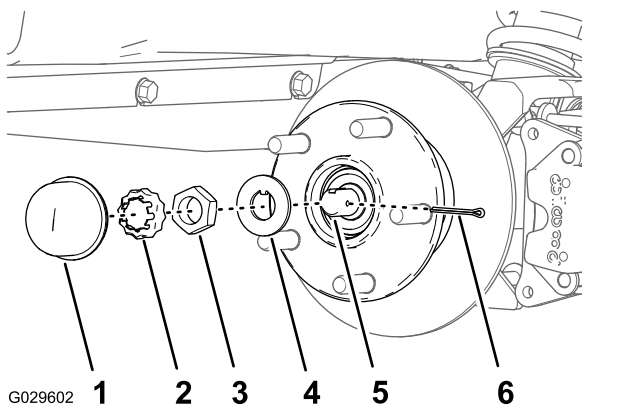
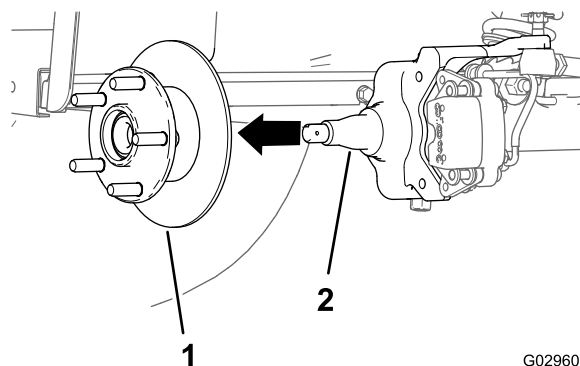

Рисунок 32
Рисунок 33
4. Снимите пылезащитную крышку со ступицы (Рисунок 32).
5. Снимите шплинт и держатель гайки со шпинделя и гайки шпинделя (Рисунок 32).
6. Снимите гайку шпинделя со шпинделя и отделите ступицу и ротор в сборе от шпинделя (Рисунок 32 и Рисунок 33).